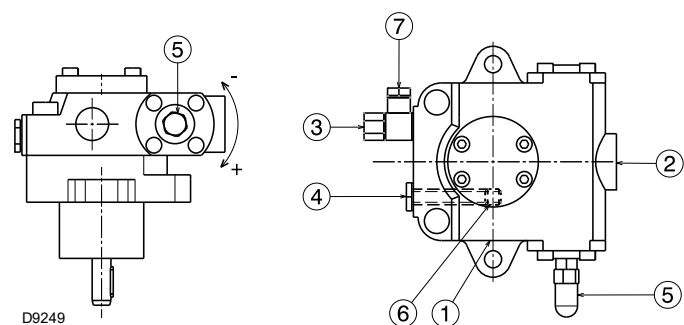

Рис. 22
Вони встановлюються на пальник з байпасом, перекритим гвинтом 6) (Рис. 22 на сторінці 26).
- Аби насос (Рис. 22) міг самостійно наповнитися, необхідно послабити гвинт 4) насоса, щоб випустити повітря зі всмоктувальної лінії.
Умовні позначення (Рис. 22)
Автоматичний ранковий запуск можливий, тому що насос уже заповнений паливом на заводі виробника. Якщо паливо було злито з насоса, перед запуском заповніть його паливом через отвір вакуумметра 4)(Рис. 22 на сторінці 26), інакше насос заклинить.